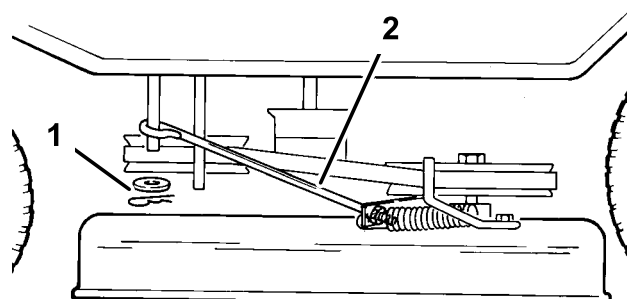

Figura 37
11. Retire el pasador y la arandela del brazo de control de la cuchilla en el lado izquierdo del cortacésped (Figura 37).
17. Coloque la varilla de control de las cuchillas en el brazo de control de las cuchillas y fíjela con la arandela y el pasador (Figura 37).